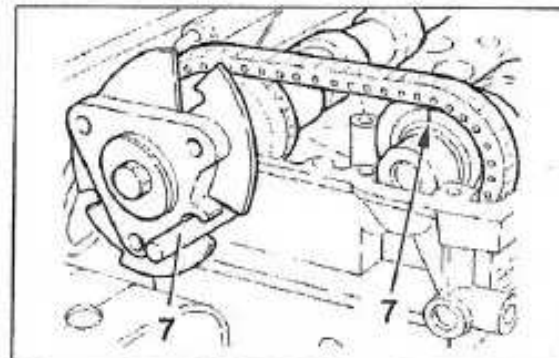

FIGURA 1-28
Introducir un pasador de $\varnothing 8$ mm en el cubo de la rueda dentada de eje de levas (7) (útil 0188.M) (figura 1-28).
- Calar con un pasador de $\varnothing 8$ mm el cubo de la rueda dentada de eje de levas (útil 0188.M) (figura 1-28) y retirarlo.